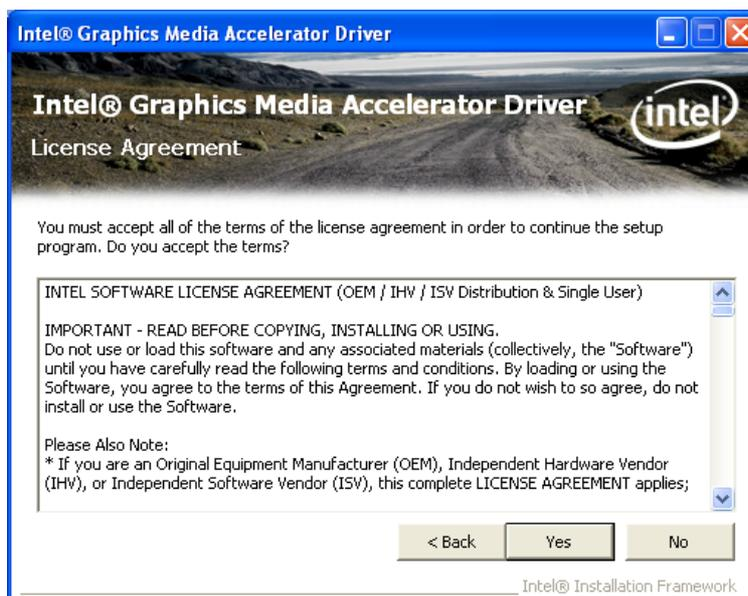

Abbildung 7-11: VGA-Treiber Lizenzvereinbarung
Schritt 8: Die Lizenzvereinbarung wird angezeigt (**Abbildung 7-11**).